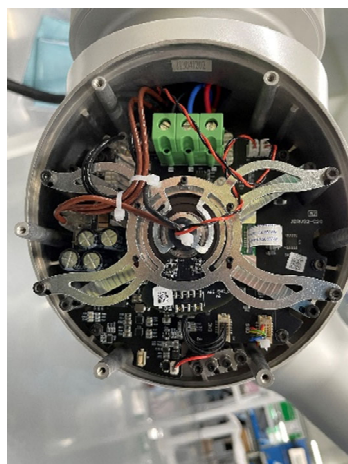

图3-15 重连电线
- 护线环套入线束上后装到束线架上,重新连接电线,之后在线束上护线套一侧的热缩管上扎紧尼龙扎带固定,并用尼龙扎带扎好线束,如图 3-15 所示: